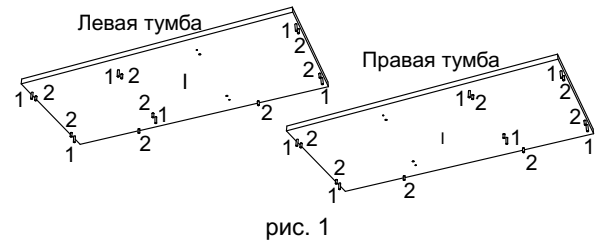
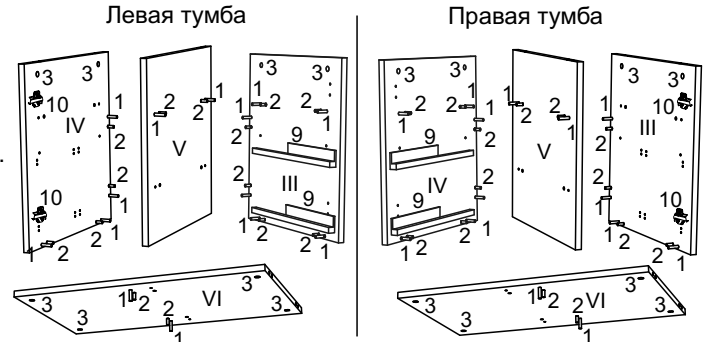

рис. 1
рис. 2
1. Перед сборкой корпуса тумбы подготовить детали предварительно установив необходимую фурнитуру. В топ тумбы (I) вбить шканты (1) и вкрутить дюбеля эксцентриковой стяжки (2) в соответствующие отверстия(рис. 1). В опору среднюю (V), полку среднюю (VI), правую (III) и в левую (IV) боковины вбить шканты (1) и вкрутить дюбеля эксцентриковой стяжки (2) вставить эксцентрики (3) стрелкой в направлении в торцах. Если собирается тумба в левом исполнении к правой боковине (III) прикрутить направляющие (9) винтами 6,3x11(6), к левой (IV) ответные планки (10) на винты 6,3x13 (17), если в правом, наоборот: направляющие (9) к левой (IV), ответные планки (10) к правой (III)(рис. 2). В дно (II) и стойку (IX) вставить эксцентрики (3) стрелкой в направлении отверстий в торцах. В заднюю стенку (VIII) вбить шканты (1) и вкрутить дюбеля эксцентриковой стяжки (2) вставить эксцентрики (3). К двери (VI) саморезами 3,5x15 (19) прикрутить петли (11).